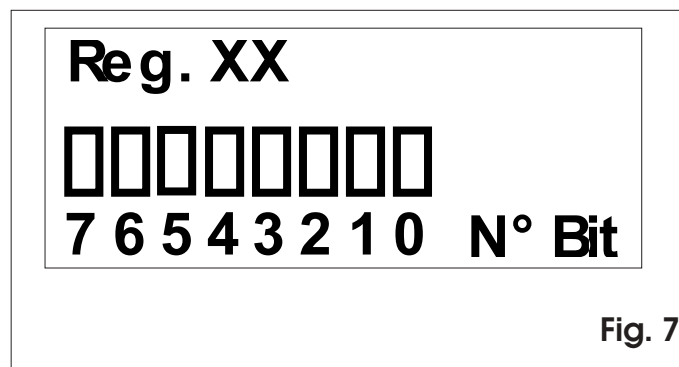

Fig. 7
- Voer de decimale waarde in of, als er een afzonderlijke bit veranderd moet worden, druk op  om de wijziging van de binaire waarde te selecteren en op  of  om de bit te selecteren zoals op Fig. 7, en wijzig de waarde. Met het teken X worden de bits aangegeven waarvan de waarde afhankelijk is van andere instellingen, en die niet mogen worden veranderd.